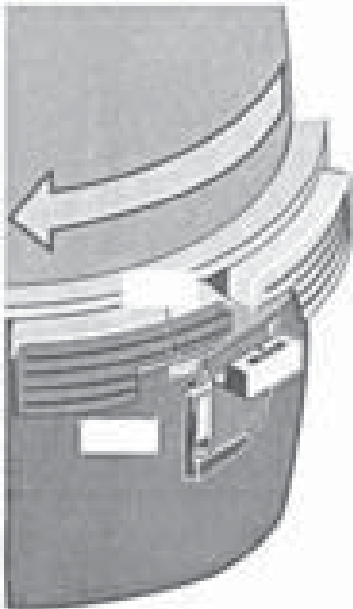

Abbildung 3:
1. Der Gewinding muß in die Sicherheitslasche eingerastet sein und ist im eingerasteten Zustand nicht mehr zurückdrehbar. Zur Überprüfung kann der Verschuß nochmals im Uhrzeigersinn gedreht werden (siehe Abb. 3).